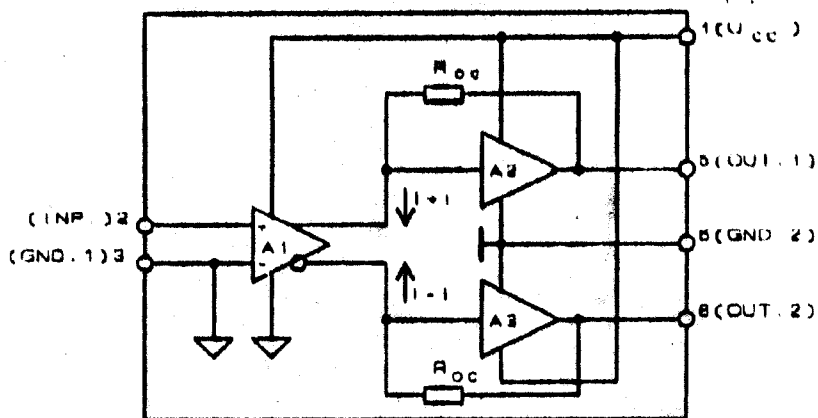

Рис. 1. Функциональная схема.
2.2. Функциональная схема усилителя представлена на рис. 1.